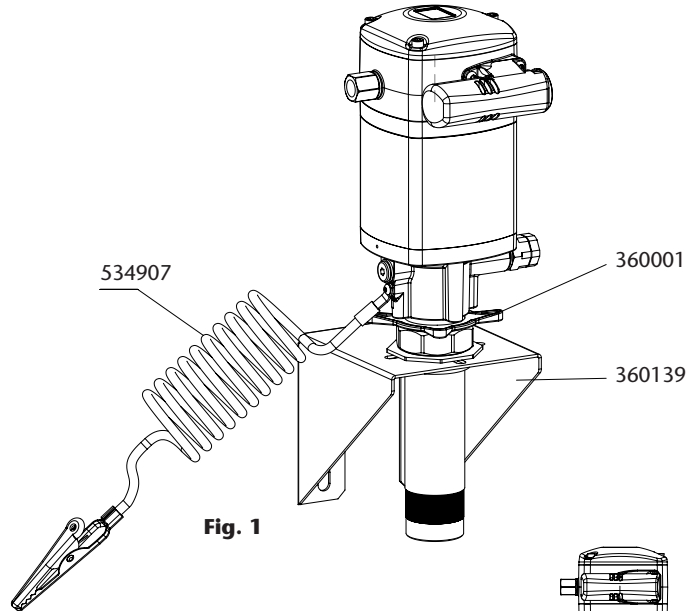

Fig. 1
a. Montaje mural con adaptador deslizante. Inserte la bomba por el soporte (360140) y fíjela con el adaptador (360001) (Fig. 1).